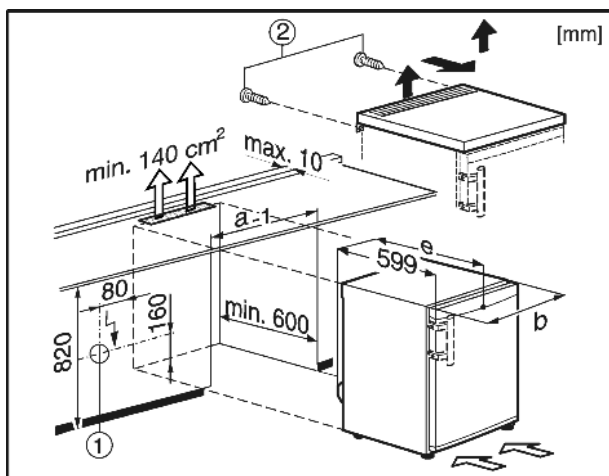

Fig. 9
Zásuvka Fig. 9 (1) sa musí pritom nachádzať mimo zadnej strany zariadenia a musí byť ľahko prístupná.
- ▶ Zo zadnej strany odstráňte skrutky Fig. 9 (2).